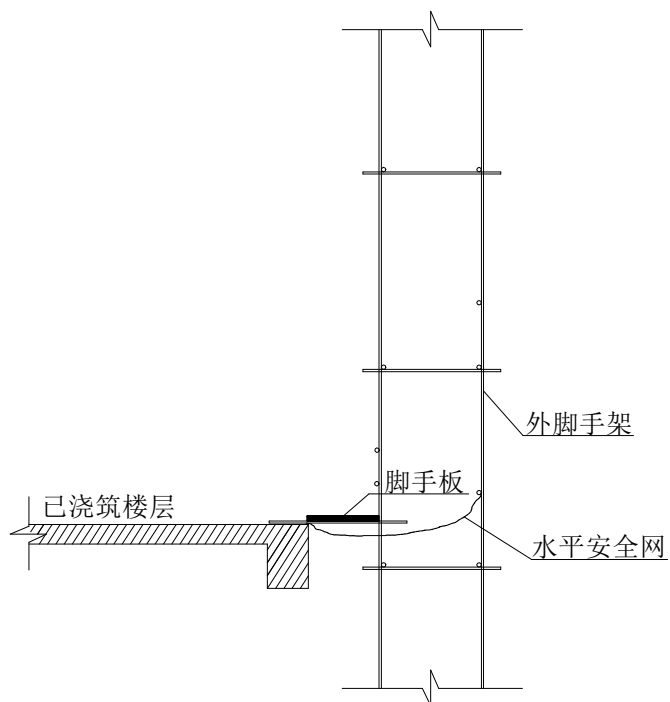

图 1
侧立面图 1: 100
1、各楼层混凝土浇筑完毕后，在上层结构施工前，必须先将楼层的临边进行防护，如图 1 所示。方法如下：